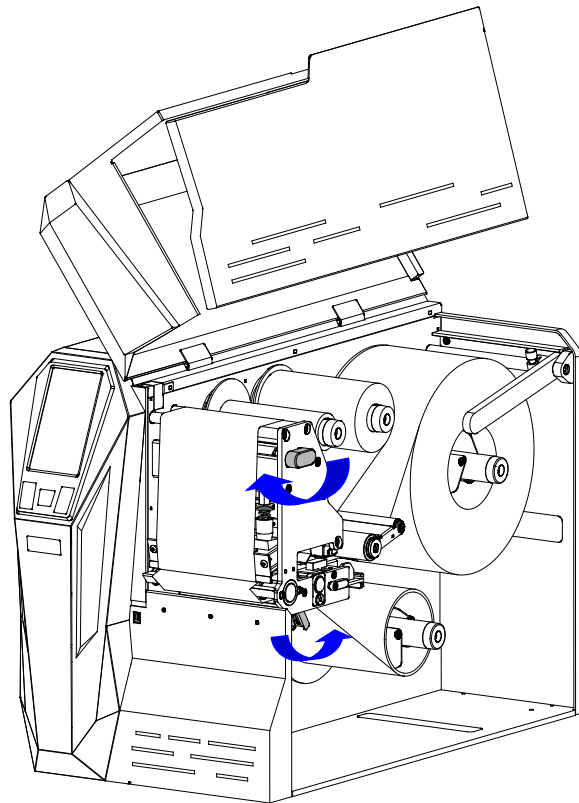

图 2-31 压下打印头
11. 沿 CLOSE 方向转动手柄，压下打印头，朝向卡钩方向翻转压辊组件使其卡在卡钩上，此时可听到“咔”的一声。如图 2-31 所示。